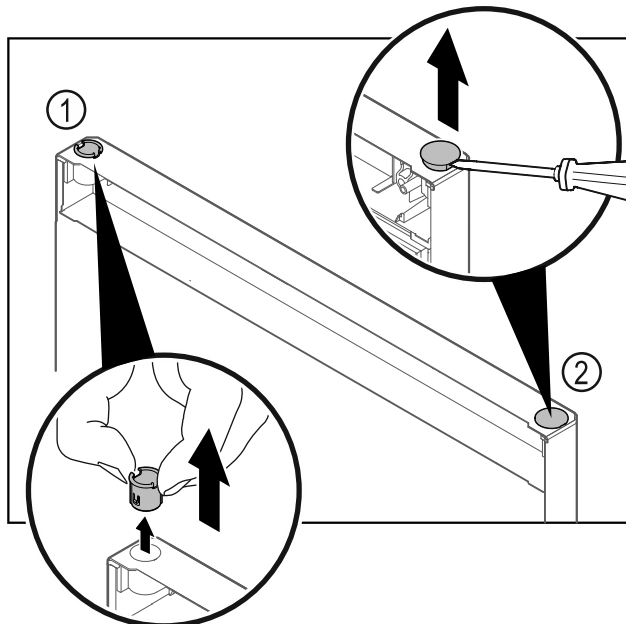

Fig. 15
- Dra ut gångjärnsbussningen Fig. 15 (1) med fingrarna.
- Lyft försiktigt upp pluggen Fig. 15 (2) med en spårskruvmejsel och dra ut den.